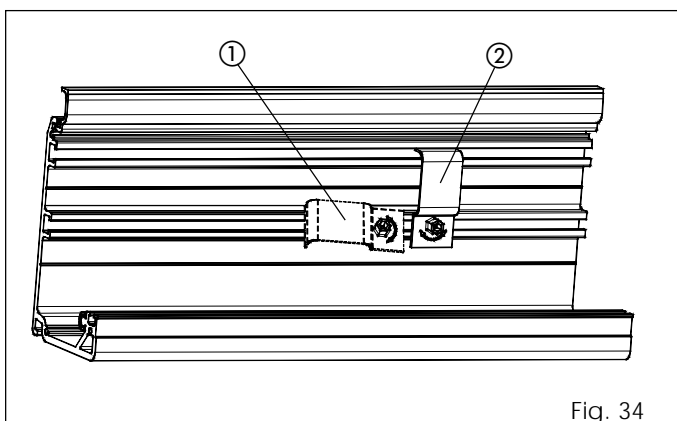

Fig. 34
Monter les passe-câbles fournis parallèlement au profilé (fig. 34 réf. ①), puis les tourner de 90° pour obtenir le blocage (fig. 34 réf. ②).